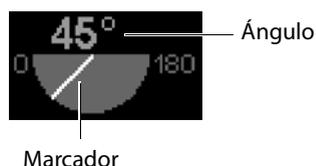

Figura 8 Indicador del plano de exploración
Un indicador del plano de exploración en la pantalla del sistema muestra la orientación. Un marcador y un valor indican el ángulo del plano de exploración. Consulte Figura 8. La pantalla muestra el ángulo relativo a la posición estándar en modo monoplanar, presentada como 0°. El ángulo del plano de exploración varía de 0 a 180°.
- 4** Confirme que la imagen en la pantalla cambia en relación con los números en el indicador del plano de exploración. Consulte **Figura 8**.